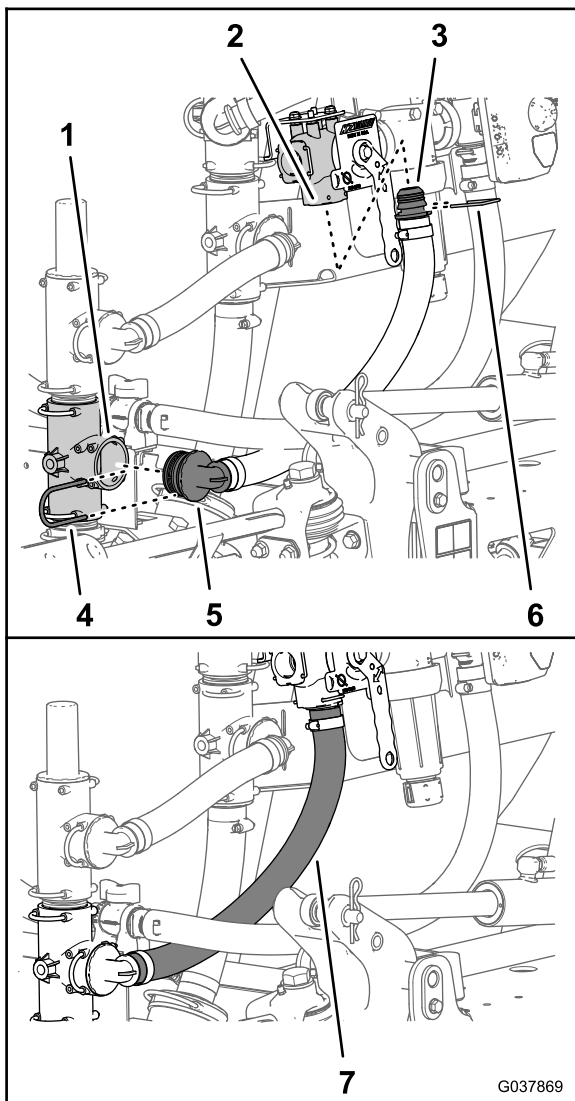

Figure 71
- Emboîtez le raccord cannelé droit du flexible d'alimentation du pulvérisateur (25 x 486 mm) dans l'orifice d'entrée de la vanne de coupure du mélangeur (Figure 71).
2. Fixez le raccord cannelé droit à la vanne de coupure du mélangeur à l'aide de l'étrier fourni avec la vanne de coupure (Figure 71).
3. Emboîtez le raccord à 90° du flexible d'alimentation du pulvérisateur dans l'orifice ouvert du raccord en T de la pompe de pulvérisation (Figure 71).
4. Fixez le raccord à 90° au raccord en T à l'aide de l'étrier (Figure 71) que vous avez retiré à l'opération et 5 de Dépose des flexibles de dérivation d'agitation et d'alimentation du pulvérisateur (page 18).